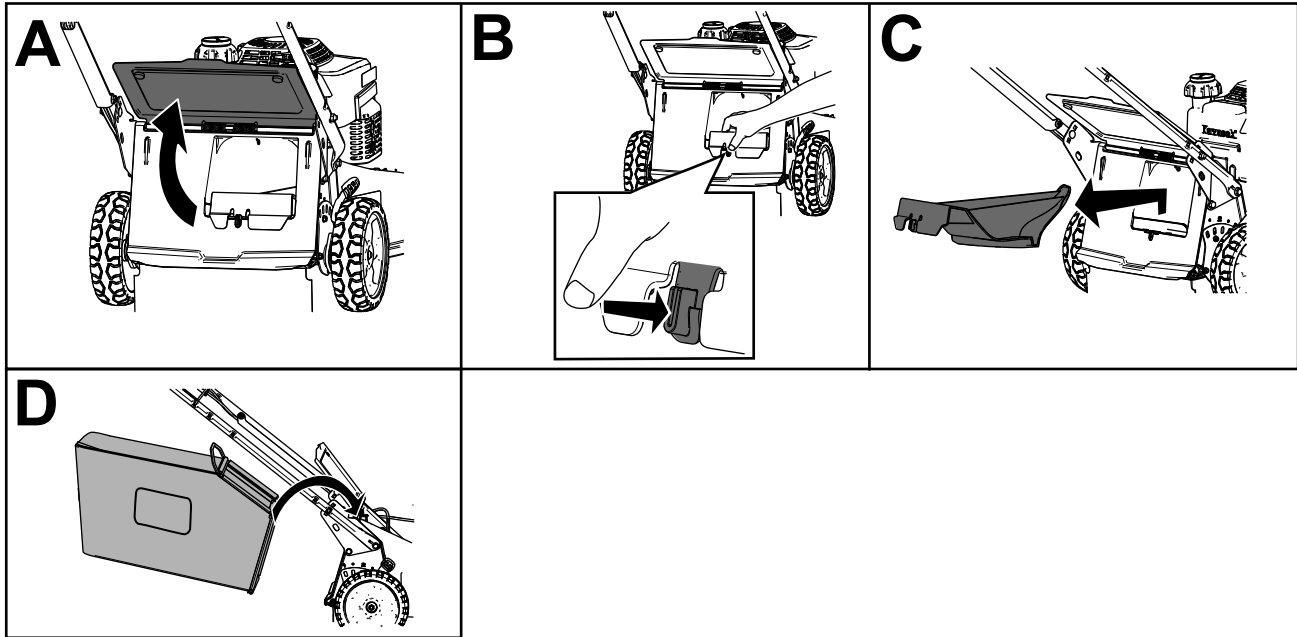

Figura 18
2. Levante y sujete el deflector trasero (Figura 18, A).
3. Retire el tapón de descarga trasera presionando el enganche hacia dentro con el dedo pulgar y extrayendo el tapón de la máquina (Figura 18, B y C).
4. Inserte los extremos de la varilla del recogedor en las muescas de la base del manillar, y mueva el recogedor hacia adelante y hacia atrás para verificar que los extremos de la varilla están asentados en el fondo de cada muesca (Figura 18, D).